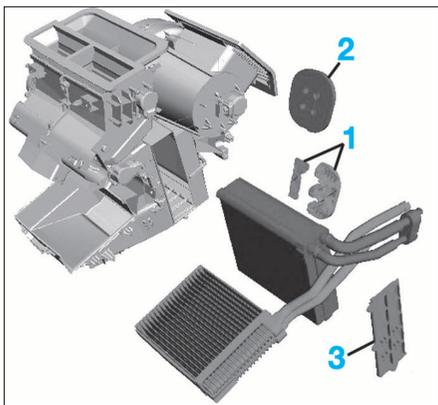

FIG. 15
- les 2 demis couvercles de guidage de tablier (1) (Fig.15).